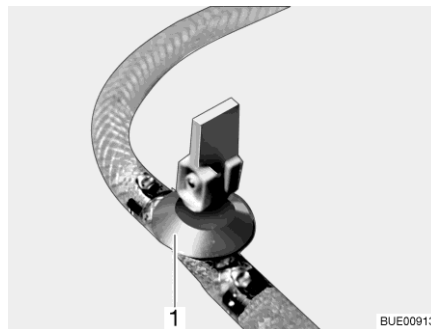

Fig. 150 Robinet de vidange (avec levier à bascule)
- Fermer tous les robinets de vidange. Placer pour ce faire le levier à bascule du robinet de vidange (Fig. 150,1) à l'horizontale.